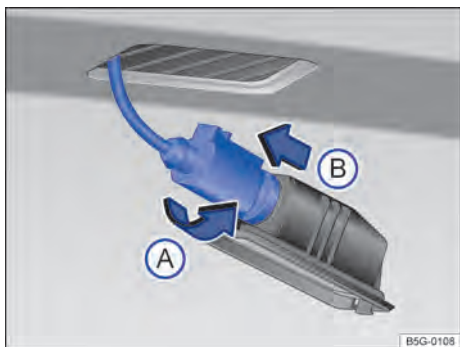

Fig. 141 Lanterna da placa de licença: desinstalar o suporte da lâmpada.
- 3 Girar o soquete da lâmpada no **sentido anti-horário** → Fig. 141 (A) e retirar o suporte junto com a lâmpada (B).
- 7 Posicionar o suporte da lâmpada na lanterna da placa de licença e pressionar no sentido contrário ao da seta (A) até o batente.